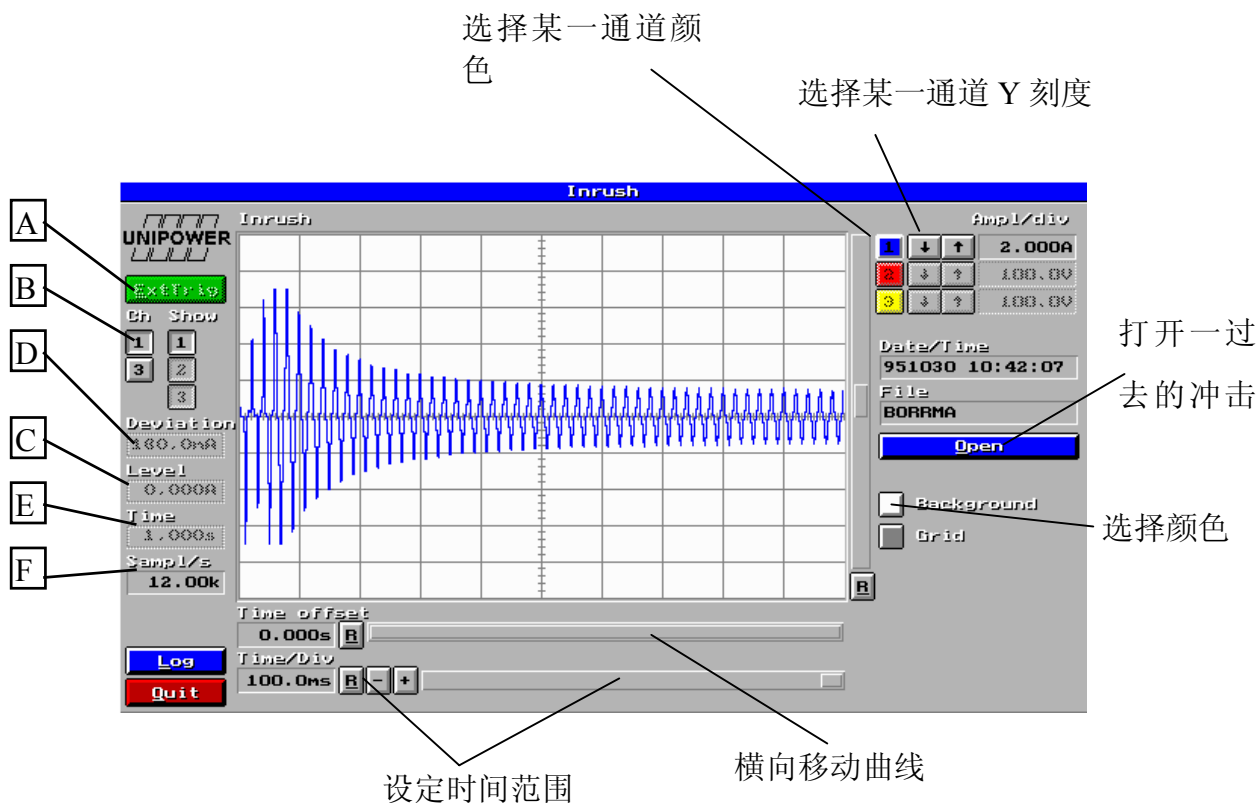

图 33 一个小型电机的冲击电流
图 33 给出了一个小型电机起动电流的例子。起动电流为稳态电流的好几倍。注意在本例中的冲击电流是如何超过左端框 2 和 3 中传感器的最大电流（波形被“切掉”）。传感器额定为 5A，可以承受最大电流 $5\sqrt{2}=7.1\text{A}$ 。当进行测量时使用右端区域，要记住起动电流可能比额定电流高好几倍（在本例中为 4~5 倍）。
6. 现在图 33 出现。如果要采用通道 8 为外部触发，应在开始时按“外部触发” (*Ext Trig*) 按钮（图中 A）。否则的话，通道 1 将会用作为触发通道（缺省）。
通过控制操作可以放大、移动、重新标定和分析曲线。参见图 33 并加以练习和掌握。